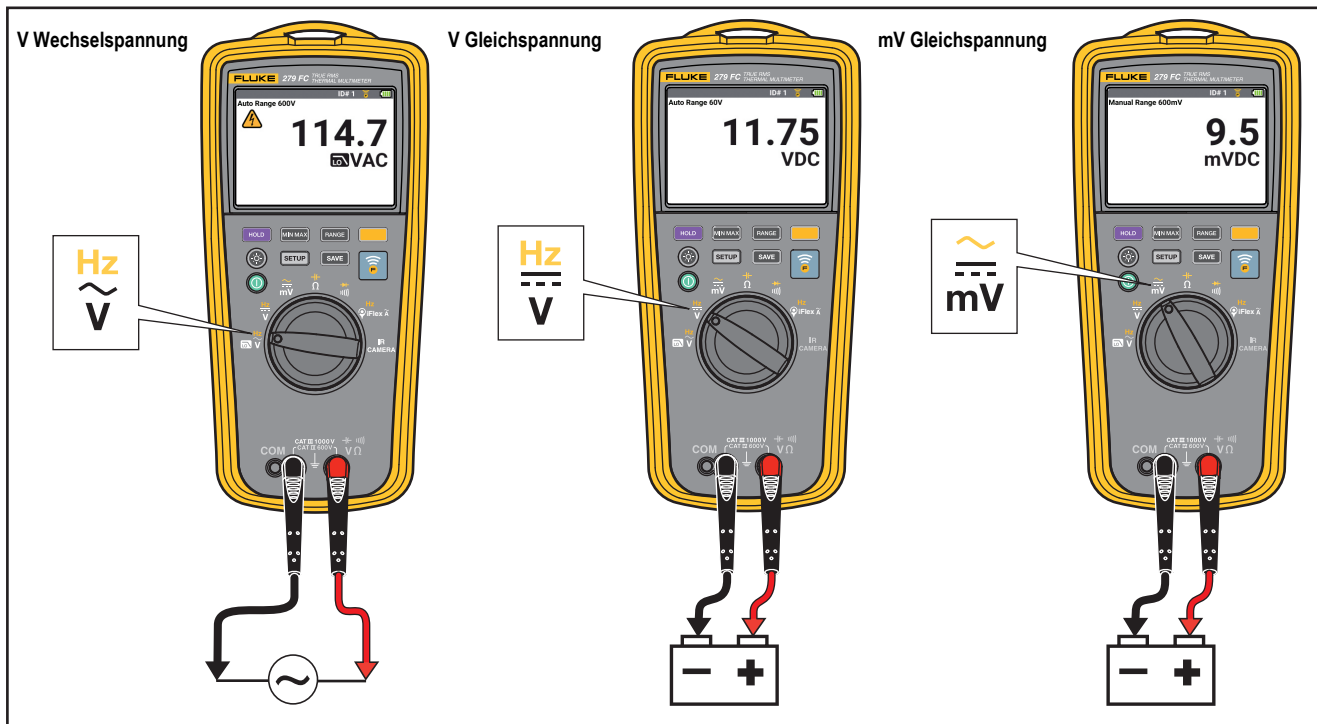

Abbildung 4. Wechsel- und Gleichspannungsmessungen
- Wechsel- und Gleichspannungsmessungen, siehe Abbildung 4
1. Den Drehschalter auf $\approx \frac{\sim}{mV}$ stellen, siehe Abbildung 4